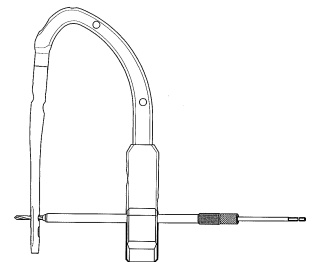

図 2
- 2) ロッキングスクリュー用スリーブ（ドリルスリーブ付き）を挿入し、ロッキングスクリュー用ドリルを通し、ネイルのスクリーホールに干渉しないことを確認します。(図 2)